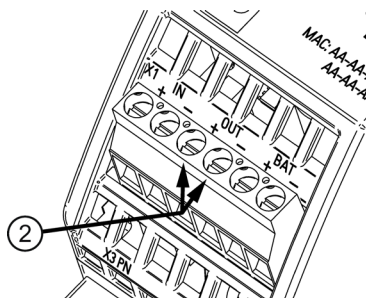

Bild 6-3 Ausgangsseitiger Anschluss
Der Anschluss der Ausgangsspannung erfolgt über die Klemmen "OUT+" und "OUT-" ② (siehe Bild 6-3 Ausgangsseitiger Anschluss (Seite 108)). Stellen Sie sicher, dass die Ausgangsleitungen entsprechend dem maximalen Ausgangsstrom-Effektivwert dimensioniert oder zusätzlich abgesichert sind.